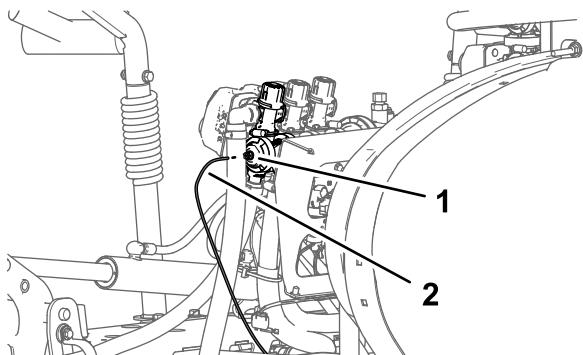

图29
1. 按住右喷洒臂段阀端盖中的管子连接器锁环图29。
2. 从管子连接器中拉出仪表板仪表压力传感管图29。